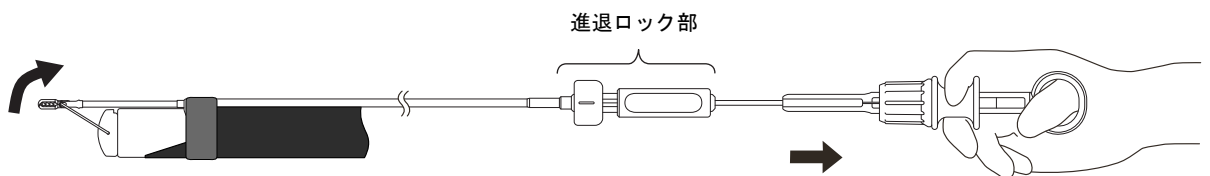

図13
6. 保持した進退ロック部に対してハンドル部を任意の位置まで手元側に引き、目的の組織を挙上します（図13参照）。